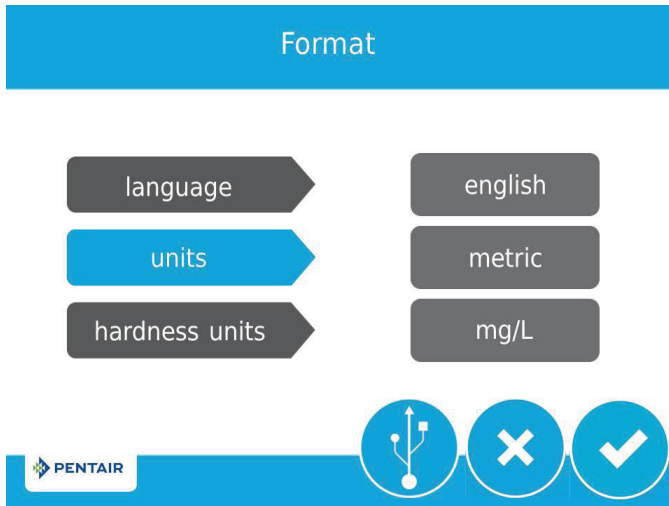

Figura 4 Pantalla Formato
1. Después de enchufar la unidad, se mostrará la pantalla Formato (Figura 4).